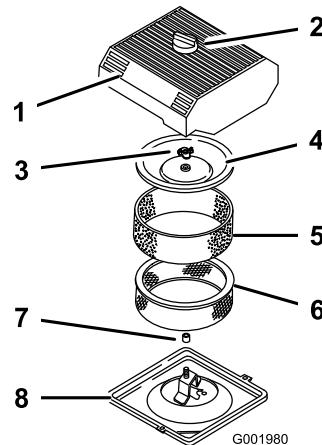

Figura 47
3. Limpie alrededor del limpiador de aire de forma que la suciedad no penetre en el motor y cause daños (Figura 47).
4. Afloje el pomo de la tapa del limpiador de aire y retire la tapa (Figura 47).
5. Deslice cuidadosamente el filtro de gomaespuma para separarlo del filtro de papel (Figura 47).
6. Desenrosque la tuerca de la tapa y retire la tapa y el filtro de papel (Figura 47).
- Deslice cuidadosamente el filtro de gomaespuma sobre el filtro de papel (Figura 47).
- Coloque la tuerca de la tapa con la presión de los dedos solamente contra la tapa (Figura 47).
- Instale la tapa del limpiador de aire y el pomo (Figura 47).